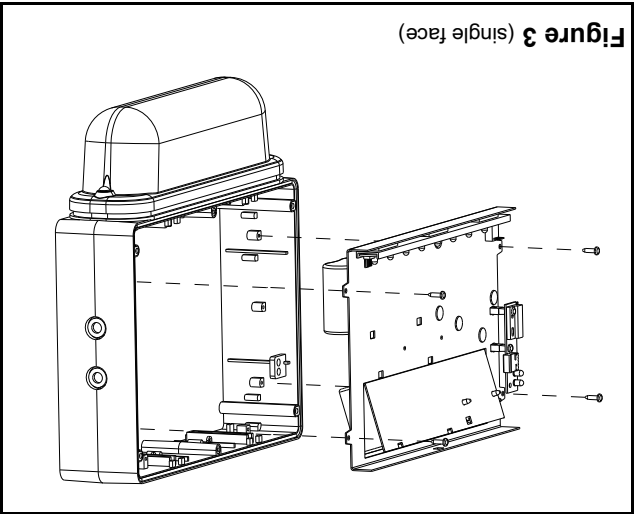
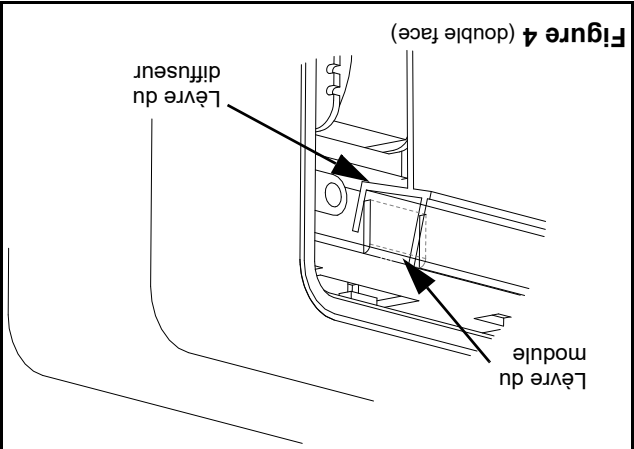
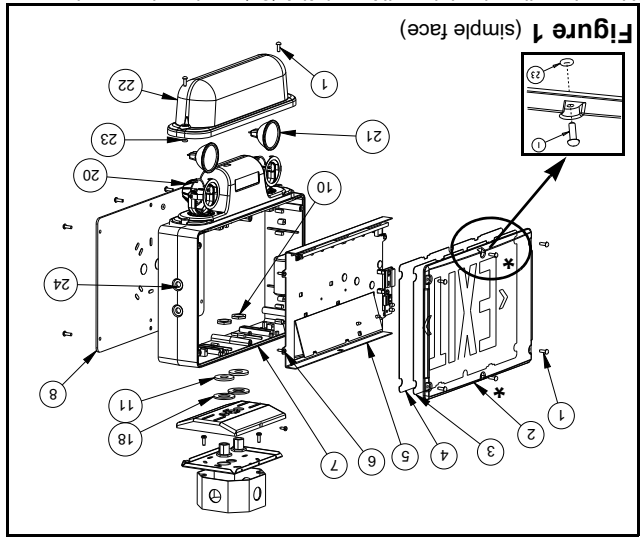

Figure 3 (single face)
Figure 5
Figure 1 (simple face)
- g. Afin d'accéder aux trous défonçables du cadre, retirer les 4 vis du module électronique (voir fig. 3 & 4). Débrancher les fils de lampes des terminaux "L+ & L-" (voir fig. 11) et de retirer le module électronique.
- Pour les modèles à double face, il est important de noter que vous devez enlever le diffuseur (9) arrière avant de débrancher les lampes.
- h. Déterminez les trous du cadre qui serviront au montage (voir fig. 1, 2 et 5). Soutenir le cadre à l'aide de deux blocs de bois espacés à un pouce maximum. Enlever les trous défonçables en frappant d'un coup sec à l'aide d'un marteau et d'un tournevis. Enlever toute bavure dans les trous afin de permettre un bon contact avec le raccord fileté. Note: le montage en bout (voir fig. 5), bien qu'étanche à l'eau, n'est pas certifié Nema 4X.
- i. Visser le pavillon au cadre à l'aide du raccord fileté. S'assurer que les joints d'étanchéité sont bien placés entre le pavillon et le cadre, et que les écrous soient à l'intérieur du cadre (voir fig. 5).
- c. Retirer les 4 vis retenant le module électronique au cadre afin de les séparer (voir fig. 3 & 4). Débrancher les fils des lampes avant d'enlever le module (voir fig. 7 bornier TB1).